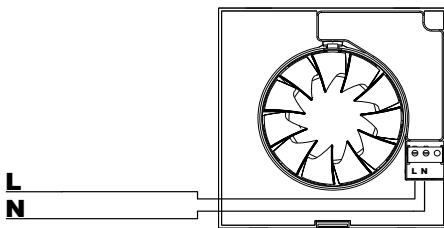

Fig.9
**Cas 1:** Fonctionnement automatique seul (fig.9).